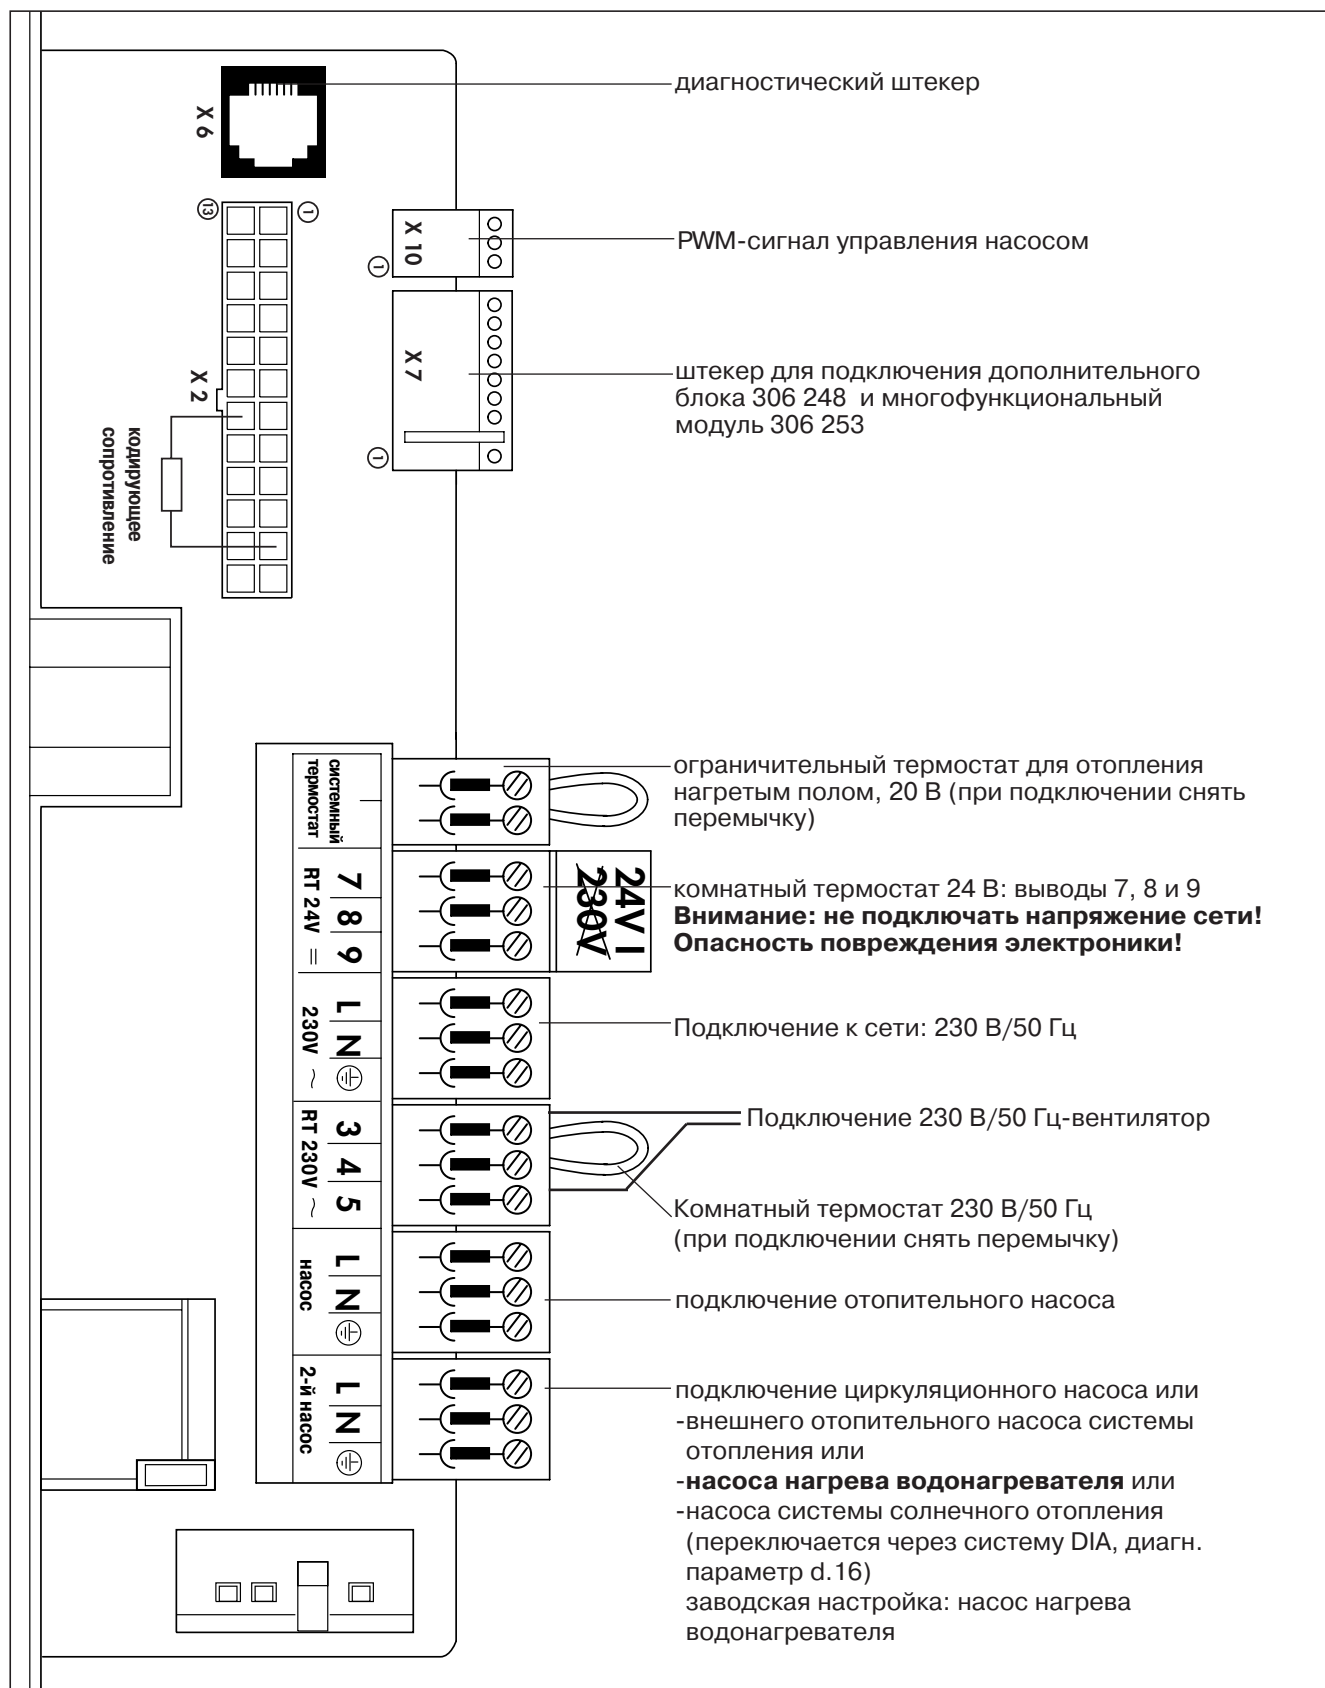

Рис. 4.11 Схема электрических соединений аппарата ecoTEC VU 466
- Подсоедините соединительные кабели согласно рис. 4.11/4.12 к соответствующим штекерам ProE и через соответствующие штекерные гнезда к электронному блоку.
- Затем введите присоединительные провода (5) в электронный блок и обрежьте провода (см. рис. 4.11).
- Подсоедините соединительные кабели согласно рис. 4.11/4.12 к соответствующим штекерам системы ProE и через соответствующие штекерные гнезда к электронному блоку.